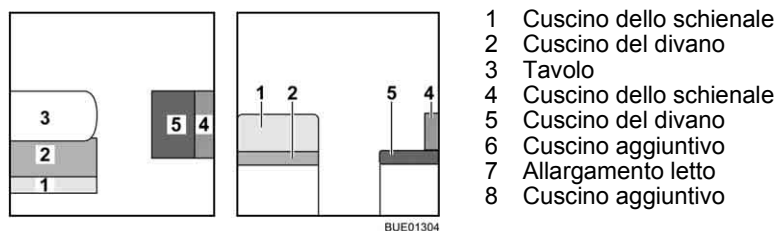

Fig. 121 Prima della trasformazione
- Trasformare il tavolo (Fig. 121,3) in struttura di supporto letto (vedi paragrafo 6.10).
- Rimuovere il cuscino dello schienale (Fig. 121,1) e riporlo.